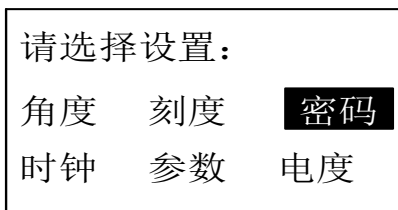

图 6-13 设置子菜单
6.5.12 进入“设置”菜单后，会显示五个子菜单，如图 6-13 所示：